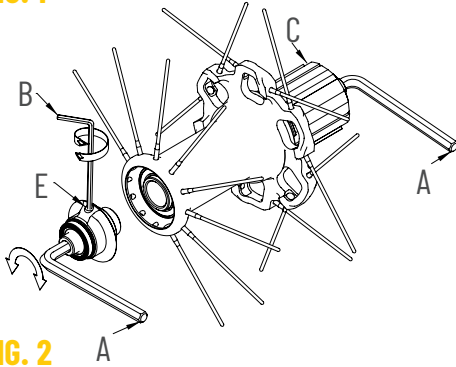

FIG. 2
- Inserite due chiavi a brugola da 5mm (A) dentro agli scontri alle estremità dei mozzi (Fig.2) e ruotatele in **senso antiorario**.
- Sfilate il perno del mozzo posteriore; il corpo ruota libera (C) potete sfilarlo dal perno per poter effettuare la manutenzione (Fig. 2). Pulite attentamente i cricchetti e reingrassate con un grasso a bassa densità la cremagliera.
- Terminata la manutenzione, infilare il corpo ruota libera con il relativo distanziale (Z) nel perno (Fig. 2).